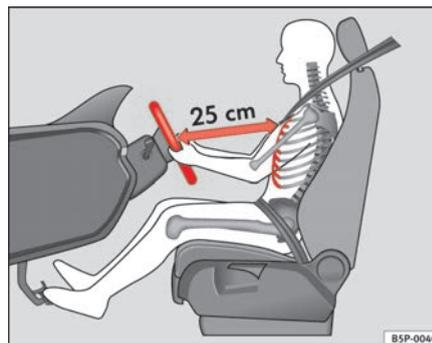

Fig. 134 Posición correcta del conductor
- Ajuste el volante hasta alcanzar la posición deseada ⇒ fig. 134.
- Ajuste el asiento del conductor o el volante de modo que quede una distancia mínima de 25 cm entre el volante y el tórax ⇒ página 172, fig. 134. ¡Si no respeta la distancia mínima, el airbag no le protegerá adecuadamente y corre peligro de muerte!